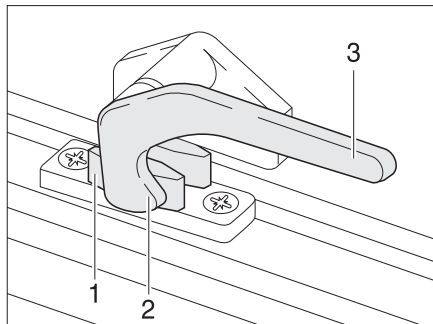

Bild 10 Verriegelungshebel in Stellung "geschlossen"
- Den Verriegelungshebel (Bild 10,3) eine viertel Umdrehung zur Fenstermitte hin drehen.
- Den Verriegelungshebel (Bild 10,3) eine viertel Umdrehung zum Fensterahmen hin drehen. Die Verriegelungsnase (Bild 10,2) liegt auf der Innenseite der Fensterverriegelung (Bild 10,1).